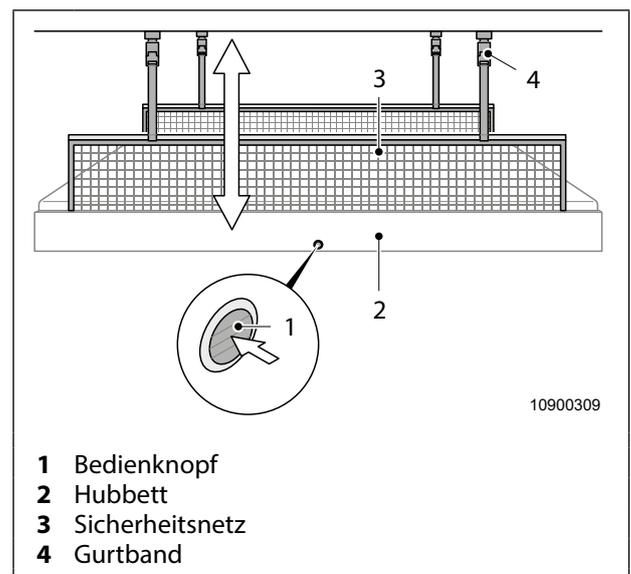

Abb. 35 Hubbett
1. Hubbett leicht anheben und den Bedienknopf (Abb. 35, Pos. 1) drücken.
2. Bedienknopf (Abb. 35, Pos. 1) gedrückt halten und das Hubbett nach unten ziehen.
3. Bei der gewünschten Position den Bedienknopf (Abb. 35, Pos. 1) loslassen. Das Hubbett rastet bei der nächsten Arretierung ein.
4. Sicherheitsnetz (Abb. 35, Pos. 3) mit den Gurtbändern (Abb. 35, Pos. 4) oben sichern.
5. Bei geöffneter Hecktür das zweite Sicherheitsnetz (Abb. 35, Pos. 3) mit den Gurtbändern (Abb. 35, Pos. 4) oben sichern.